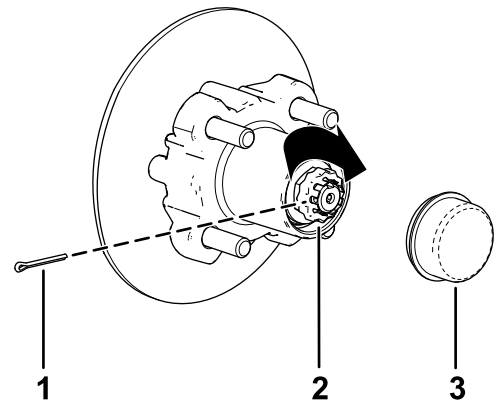

Figura 43
8. Coloque el retén sobre la tuerca y compruebe la alineación de la ranura del retenedor y el orificio de la chaveta del eje (Figura 43).
9. Instale la chaveta y doble las patas alrededor del retén (Figura 43).
10. Instale el tapón guardapolvo sobre el cubo (Figura 43).